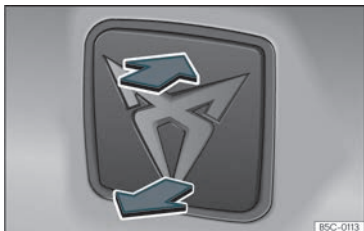

Fig. 85 Portellone posteriore: apertura dall'esterno.
Il meccanismo di apertura del portellone funziona elettricamente. Si attiva azionando la maniglia a forma di sigla del portellone >>> **fig. 85**.
- Aprire: tirare la maniglia e sollevarla >>> **fig. 85**. Si apre automaticamente.